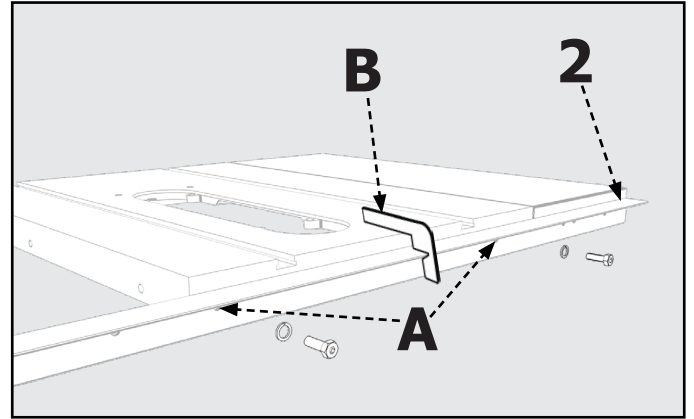

FIGURE 4
1. Avec le bord du Rail de Guidage Arrière (2) près du bord de l'Aile d'Extension Gauche, alignez les Deux Trous dans la table avec les Deux Trous du Rail de Guidage Arrière, comme indiqué à l'emplacement «A» sur la **Figure 4**.